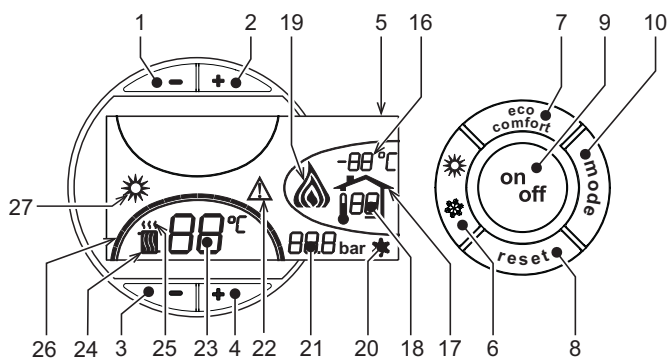
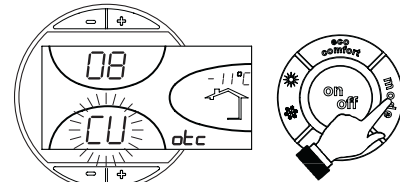
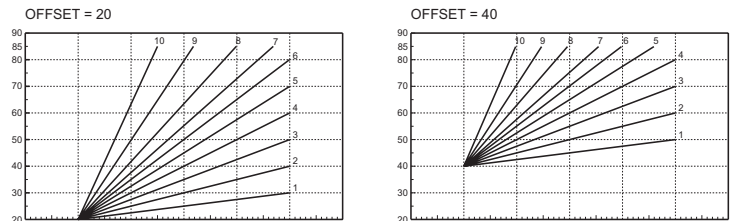

рис. 1 - Панель управления
рис. 9 - Кривая погодозависимого регулирования
рис. 12 - Пример параллельного смещения кривых погодозависимого регулирования
Нажмите клавишу on/off (поз. 9 - рис. 1) в течение 1 секунды.
Для повторного включения котла снова нажмите клавишу on/off (поз. 9 рис. 1) в течение 1 секунды.
- Нажмите кнопку ВКЛ/ВЫКЛ (9 - рис. 1)
Нажмите клавишу **Лето/Зима** (поз. 6 - рис. 1) на 1 секунду.
На дисплее высвечивается символ "Лето" (поз. 27 - рис. 1). При этом котел будет вырабатывать только воду для ГВС. Остается активной система защиты от замерзания.
Для выключения режима "Лето" вновь нажмите клавишу **Лето/Зима** (Поз. 6 - рис. 1) на 1 секунду.
Температура в системе отопления регулируется в пределах от 30 °С до 90 °С с помощью клавиш (поз. 3 и 4 - рис. 1); однако, не рекомендуется эксплуатировать котел при температуре ниже 45 °С.
Температура в системе ГВС регулируется в пределах от 10°С до 65°С с помощью клавиш (поз. 1 и 2 - рис. 1).
При наличии датчика температуры наружного воздуха (опция) на дисплее панели управления (поз. 5 - рис.1) отображается измеряемая этим датчиком температура. При этом система управления котлом работает в режиме "Плавающая температура". В этом режиме температура воды, подаваемой в систему отопления, регулируется в зависимости от климатических условий внешней среды с тем, чтобы обеспечить максимальный комфорт и экономии энергетических ресурсов в течение всего года. Так, при повышении внешней температуры понижается температура подачи воды в систему отопления, что производится по определенной "кривой погодозависимого регулирования".
С переключением на режим "Плавающая температуры" показатель температуры, устанавливаемый клавишами (дет. 3 и 4 - рис. 1) соответствует максимальной температуре подачи воды в систему отопления. Рекомендуется задавать максимальное значение температуры с тем, чтобы позволить системе регулировать ее по всему рабочему диапазону.
При однократном нажатии клавиши **Режим** (поз. 10 - рис. 1) на дисплее высвечивается текущая кривая погодозависимого регулирования (рис. 9), которую можно изменить с помощью клавиш задания температуры воды ГВС (поз. 1 и 2 - рис. 1).
При нажатии клавиш регулировки температуры отопления (поз. 3 и 4 - рис. 1) получается доступ к функции параллельного изменения кривых (рис. 12), выполняемого с помощью клавиш регулировки температуры в контуре ГВС (поз. 1 и 2 - рис. 1).
При повторном нажатии клавиши **Режим** (поз. 10 - рис. 1) осуществляется выход из режима регулировки параллельных кривых.
Если к котлу подключено устройство дистанционного управления с таймером (опция), вышеописанные регулировки производятся в соответствии с указаниями, приведенными в таблице 1. При этом на дисплее пульта управления (поз. 5 - рис. 1) высвечивается температура в помещении, измеряемая устройством дистанционного управления.
Выбор режимов ECO/COMFORT	При выключении режима ГВС с пульта ДУ котел переходит в режим "Эко-потуп". В этих условиях клавиша 7рис. 1 - на панели котла отключена. При включении режима ГВС с устройства ДУ с таймером котел устанавливается в режим Comfort. В этих условиях с помощью клавиши 7рис. 1 - на панели управления котла можно выбрать любой из этих двух режимов.